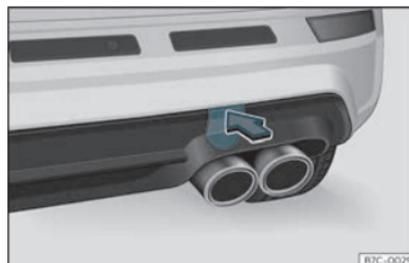

Fig. 43 Du côté droit du pare-chocs arrière : retirer le cache.
Le logement de l'œillet de remorquage à visser se trouve sur la partie droite du pare-chocs arrière, derrière un cache»» fig. 43.
- Appuyez sur la partie supérieure du cache »» fig. 43 afin de le dégager.